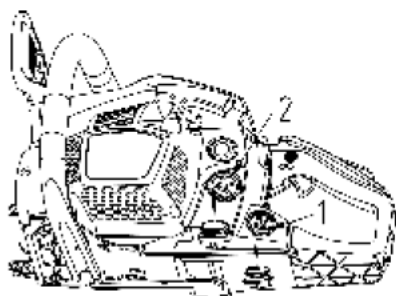

Рис. 6.1
1. Откройте топливный бак. (Рис. 6.1 поз. 2).